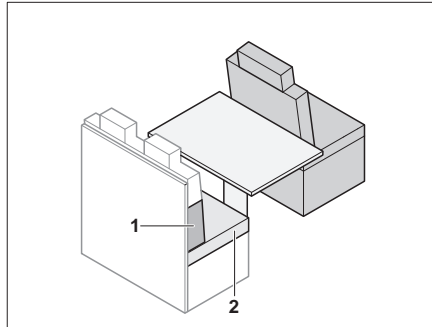

Bild 143 Vor dem Umbau
- Sitzpolster (Bild 143,2) entfernen.
- Rückenpolster (Bild 143,1) zwischen das Sitzpolster und die Rückwand legen. Die Keilform beachten.